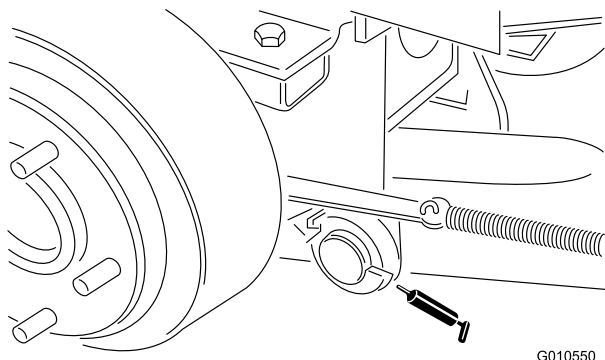

Figura 16
- pasadores de giro de los brazos de elevación derecho e izquierdo (Figura 16)